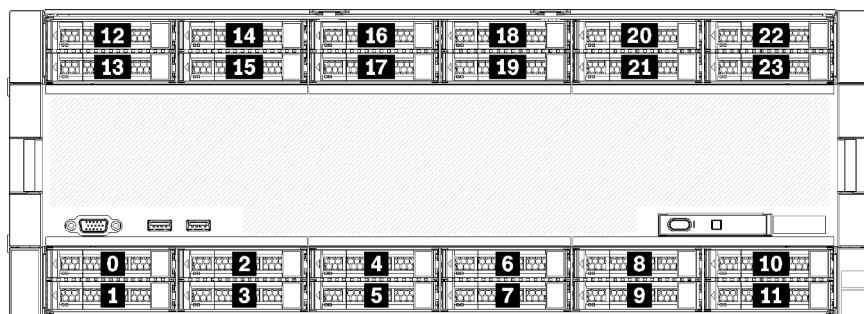

Figure 5. Emplacements des baies d'unité
- Les deux unités supérieures prennent en charge les interfaces SAS, SATA ou NVMe (Lenovo, AnyBay). Le serveur peut prendre en charge jusqu'à 12 unités NVMe, selon la configuration du serveur. Les baies d'unité NVMe compatibles sont les baies paires, comme illustré dans Figure 5 « Emplacements des baies d'unité » à la page 19.